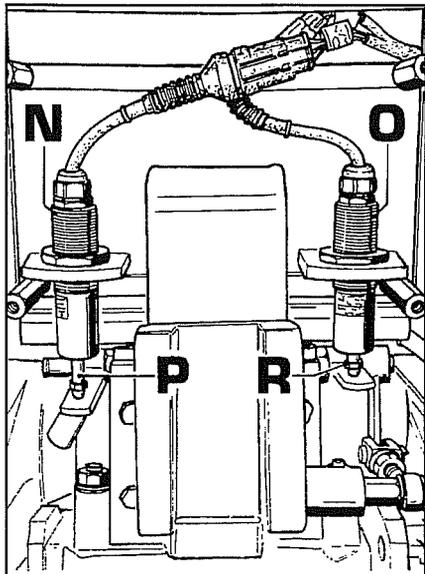

Fig. 42
1. Enlever la protection arrière appliquée au support du siège afin de découvrir les capteurs avec les leviers (cf. fig.42) dont **N** est le capteur de commande de position et **O** le capteur de commande de l'effort.
3. Vérifier que les pointes **P-R** sont en contact des leviers et que leur course se trouve environ placée comme dans la fig.42.
CAPTEUR DE LA POSITION (N fig.42) :
La plage de lecture de 1,8 à 3,4 Volt s'obtient avec le relevage entièrement abaissé en faisant faire manuellement toute la course à la pointe **P** (fig.42) du capteur, respectivement de entièrement sorti à entièrement rentré.
CAPTEUR DE L'EFFORT (O fig.42) :
La plage de lecture de 1,8 à 3,4 Volt s'obtient avec le relevage entièrement abaissé en faisant faire manuellement toute la course à la pointe **R** (fig.42) du capteur, respectivement de entièrement sorti à entièrement rentré..
Remarque - Pour permettre la course de la pointe **R**, il faut débrancher la tige de liaison entre le 3^e point d'attelage et le levier de commande du capteur (cf. fig.42).